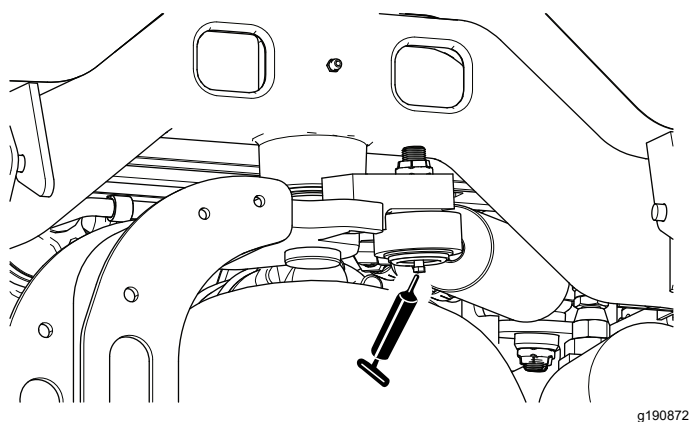

Figura 71
**Nota:** All'occorrenza potete montare un ingrassatore addizionale dall'altro lato del cilindro dello sterzo. Togliete il pneumatico, montate l'ingrassatore, lubrificatelo, togliete l'ingrassatore e montate il tappo (Figura 71).